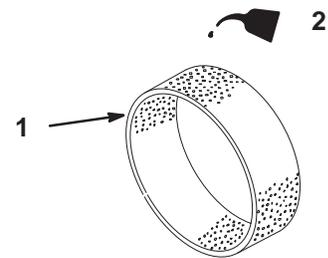

Bild 27
4. Gießen Sie etwas Öl auf den Einsatz (Bild 27).